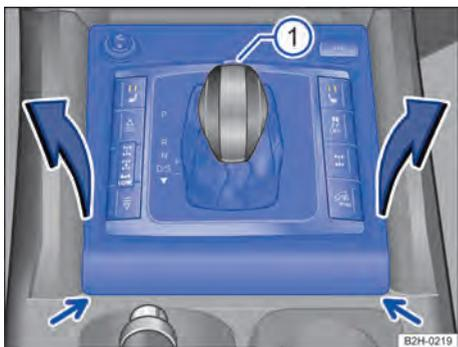

Fig. 95 Desmontar a cobertura do quadro da alavanca seletora.
3. Remover com cuidado a cobertura do quadro da alavanca seletora → Fig. 95 (setas), por exemplo, com uma chave de fenda.
4. Puxar cuidadosamente para cima a cobertura na região da coifa da alavanca seletora com os cabos elétricos conectados → Fig. 95.
2. Pressionar o botão bloqueador na parte da frente da manopla da alavanca seletora → Fig. 95 ① e colocar a alavanca na posição Neutro N.